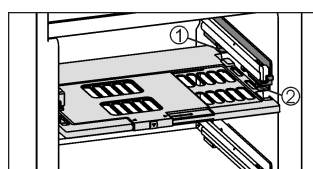

Fig. 12
- ▶ Introducir la placa de regulación de la humedad: introduzca los nervios de la tapa de la placa desde abajo en el soporte trasero Fig. 12 (1) y encájelos por delante en el soporte Fig. 12 (2).